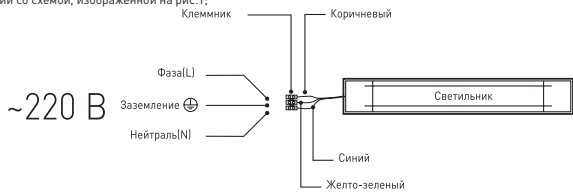

Рис.1. Схема подключения светильника к сети 220В.
3.3.2. Этот провод необходимо подключить к проводу источника питания с помощью внешнего клеммника (в комплект не входит) в соответствии со схемой, изображенной на рис.1.